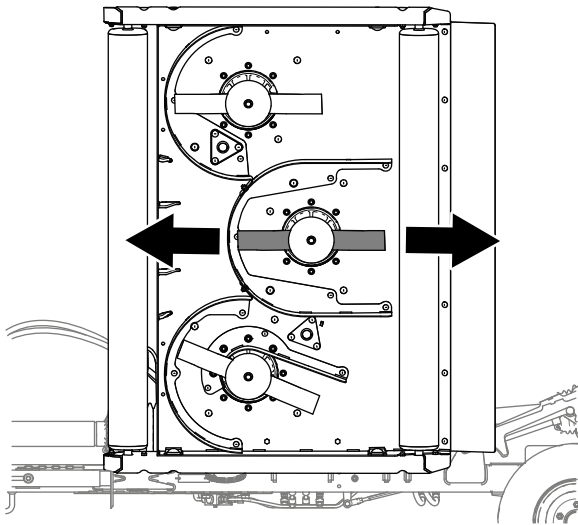

Figura 78
1. En las carcasas de corte en las que va a ajustar la inclinación del cortacésped, alinee la cuchilla central como se muestra en la Figura 78.